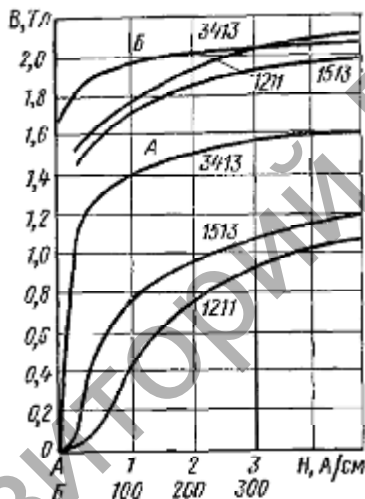
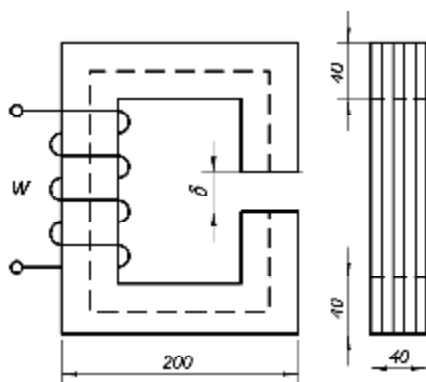
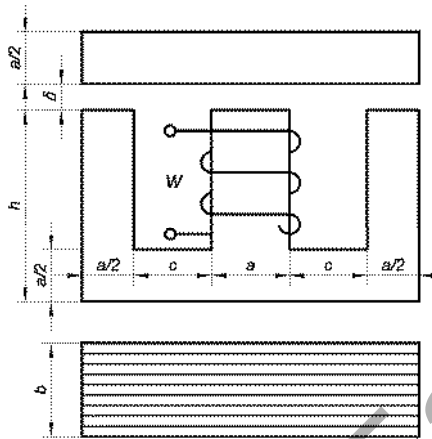

Рисунок 5.3 — Кривые намагничивания электротехнических сталей
Рисунок 5.4
Рисунок 5.5
**Задача 5.3.** В воздушном зазоре магнитопровода катушки (рис. 5.4), набранного из пластин стали 1211 (см. рис. 5.3), требуется получить индукцию  $B_\delta$  составляющую 1 Тл. Определить ток в катушке с числом витков  $w$ , если воздушный зазор равен  $\delta$ . При расчёте потоком рассеяния пренебречь. Коэффициент заполнения магнитопровода сталью  $k_{з,с}$  принять равным 0,95. При решении использовать исходные данные таблицы 5.3.
**Задача 5.4.** Ш-образный магнитопровод (рис. 5.5) выполнен из пластин стали 1513 (см. рис. 5.3). При заданной индукции в воздушном зазоре  $B_\delta$  определить магнитодвижущую силу катушки  $Iw$  и силу  $F$ , с которой будет притягиваться подвижная часть магнитопровода. При расчёте потоком рассеяния пренебречь, коэффициент заполнения стали  $k_{з,с}$  принять равным 1. При решении задачи использовать исходные данные таблицы 5.4.